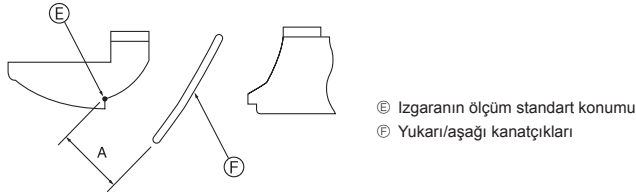

Fig. 5-10
- ① Ana elektrik şalterini kapatın. Ünitenin fanı dönerken çalışmak yaralanmalara ve/veya elektrik çarpmasına neden olabilir.
- ② Sabitlemek istediğiniz hava çıkışının kanatçık motorunun konnektörünün bağlantısını ayırın. (Düğmeye basın ve aynı zamanda konnektörü şemada görüldüğü biçimde okla gösterilen yönde yerinden çıkarın.) Konnektörü çıkardıktan sonra bantlayarak izole edin.
- ③ İstenen hava akımı yönünü ayarlamak için, kanatçıkları belirtilen aralıkta yukarı aşağı yavaşça hareket ettirin. (Fig.5-10)